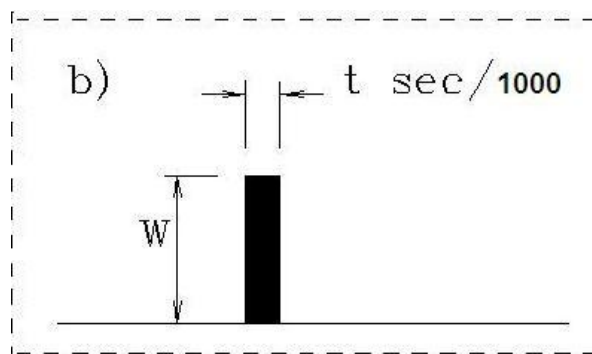

Fig. 2
- Agendo sui pedali di attivazione, oppure sui pulsanti del manipolo a controllo manuale, una differente nota acustica ed una segnalazione luminosa sul monitor indicherà quale è la Funzione in uscita, CUT o COAG. L'emissione durerà per il tempo di emissione impostato, Fig.2